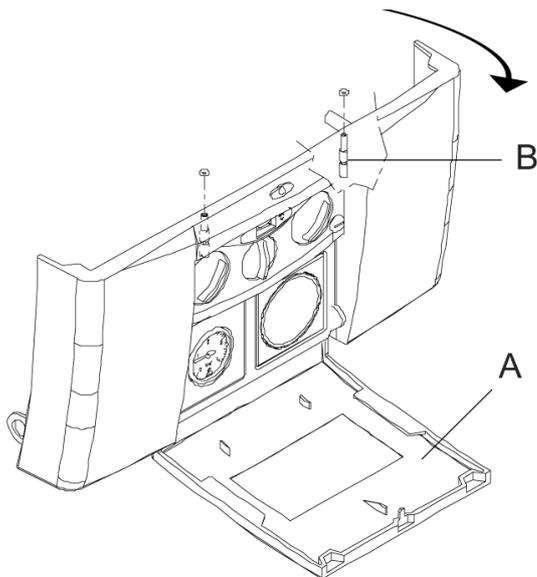

рис. 4.1
- с помощью плоской отвертки отвинтите два крепежных винта В на панели приборов (рис. 4.1.);